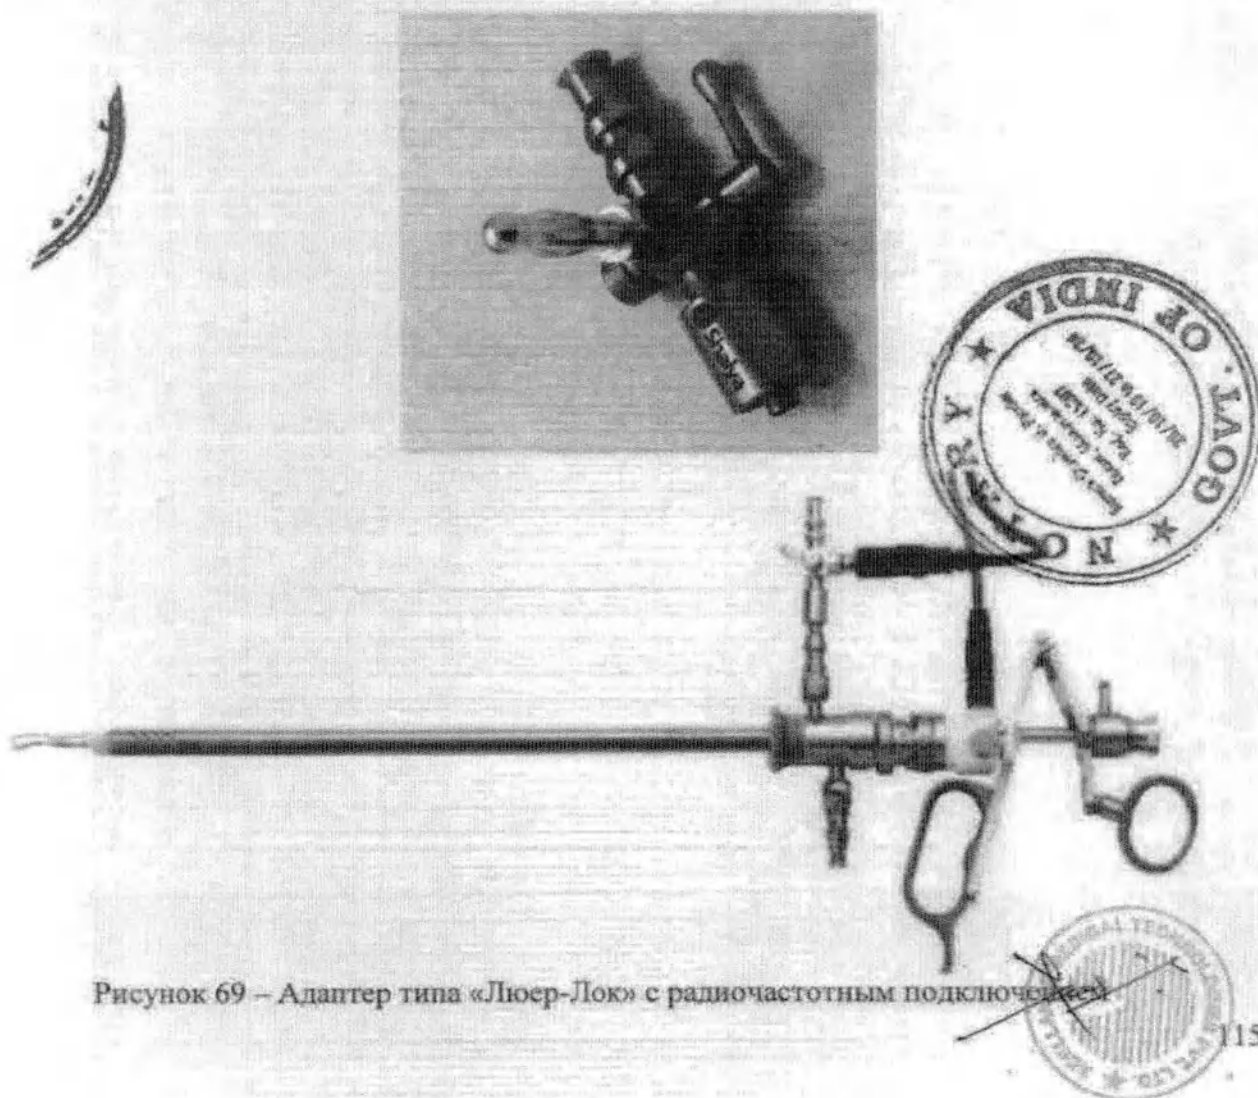

Рисунок 69 – Адаптер типа «Люер-Лок» с радиочастотным подключением
8.12.1 Адаптер типа Луэр-лок и стандартным рабочим монополярным инструментом для биполярного резания (Рисунок 69).